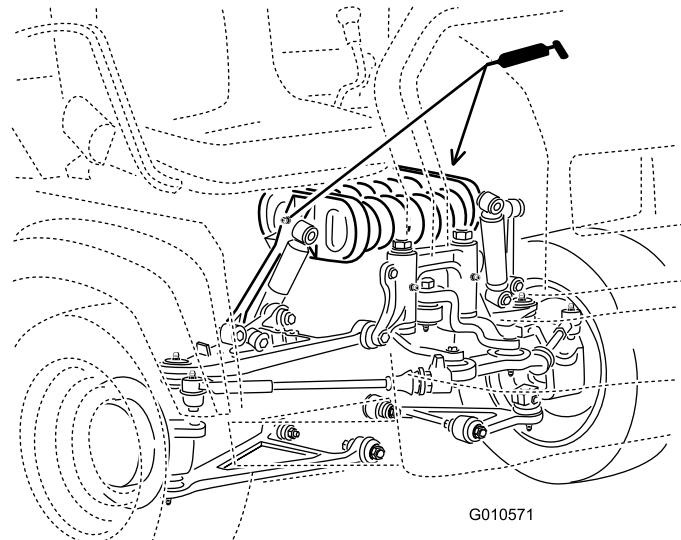

Figure 30
- **Tourelle de suspension (2)** ; voir Figure 30